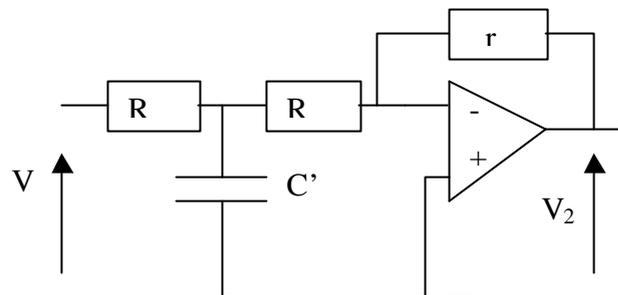

Figure 1.2
5. On associe un filtre du même type à un amplificateur A idéal conformément à la figure 1.2. avec $r = 2R$. Les résistances R ont même valeur que précédemment.